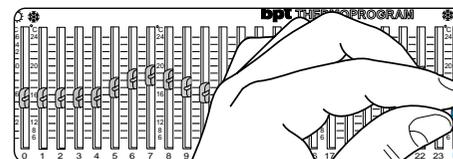

Fig. 21
8.2 - Portare il cursore  (fig. 21) in corrispondenza della temperatura desiderata (riferendosi alla scala **6÷24°C** per il programma di riscaldamento ed alla scala **20÷36°C** per il programma di raffrescamento).